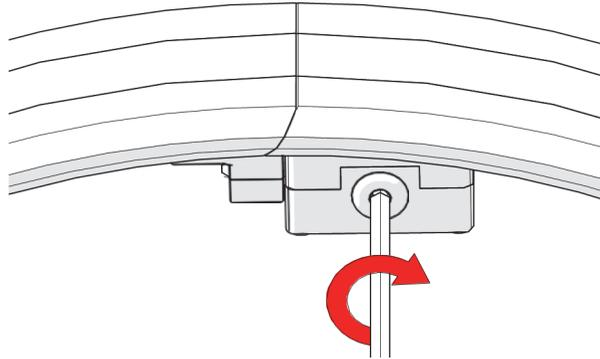

Figure 1-23 Serrage du loquet
6. Serrez complètement le loquet (Figure 1-23 à la page 43).